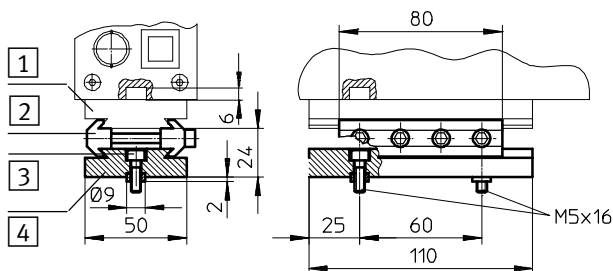

Fig. 2/2: 借助连接安装套件 HMSV-12 固定 Checkbox
- Checkbox 和运输设备已相互牢固固定 (Fig. 2/3)